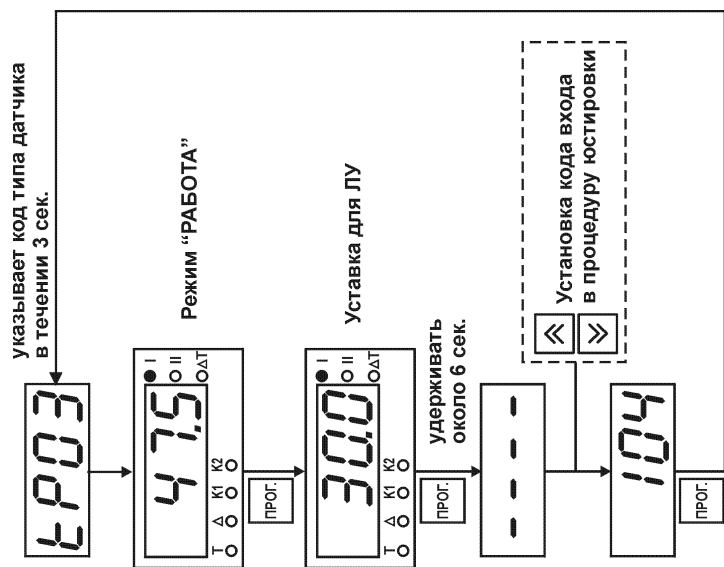

Рис. 2
2.2. Подать питание на прибор. Не менее чем через 15...20 с произвести юстировку прибора, для чего выполнить действия в порядке и последовательности, указанных на рис. 2.
4.2. Подать питание на прибор. Не менее чем через 15...20 с произвести юстировку прибора, для чего выполнить действия в порядке и последовательности, указанных на рис. 2.
5.2. Подать питание на прибор. Не менее чем через 15...20 с произвести юстировку прибора, для чего выполнить действия в порядке и последовательности, указанных на рис. 2.